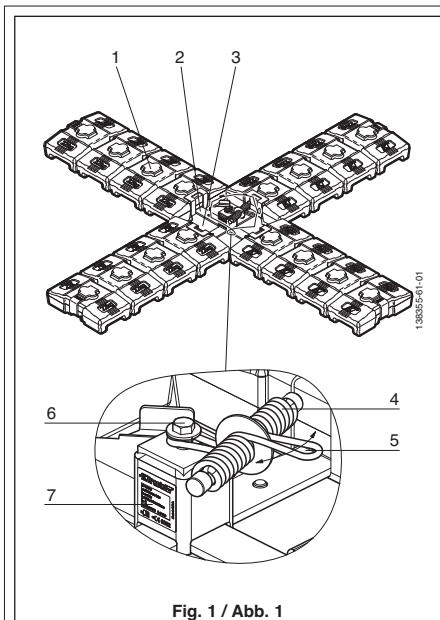

Fig. 1 / Abb. 1
- 16 masses en béton de 22 kg chacune (fig. 1, rep. 1).
- 4 bras porte-masses en acier galvanisé (fig. 1, rep. 2).
- Une structure centrale en acier galvanisé (fig. 1, rep. 3).
- Un absorbeur de choc fixé sur la structure centrale et libre en rotation (fig. 1, rep. 4).
- Point d'accrochage (fig. 1, rep. 5).
- Axe de rotation de l'absorbeur. (fig. 1, rep. 6).
- Etiquette de marquage du point d'ancrage (fig. 1, rep. 7).